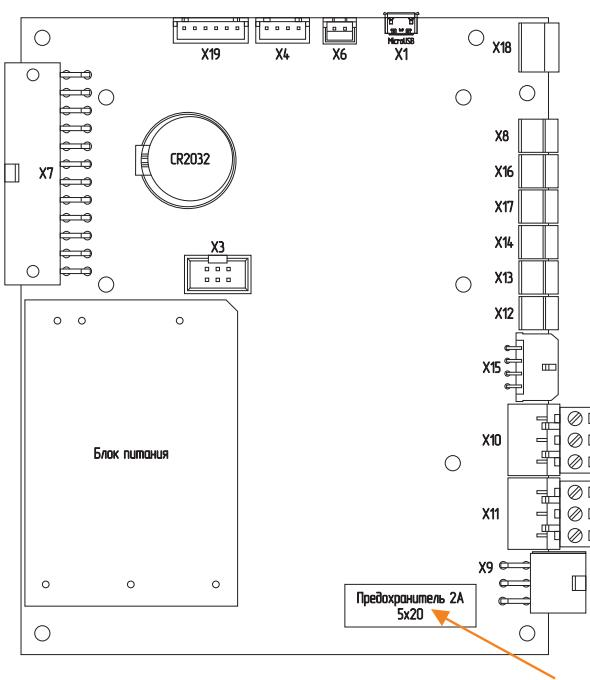

Рис.17 Плата контроллера
- замените предохранитель (**Рис.17**) (запасной предохранитель в базовой комплектации котла).